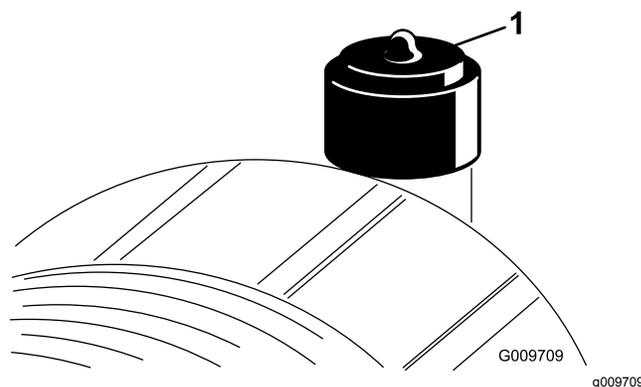

Рисунок 49
Фильтр воздухоочистителя следует обслуживать только при соответствующих показаниях индикатора необходимости технического обслуживания (Рисунок 49). Более частая замена воздушного фильтра (без необходимости) ведет лишь к повышению вероятности попадания грязи в двигатель при снятии фильтра.
2. Сбросьте индикатор (Рисунок 49), если он стал красным.